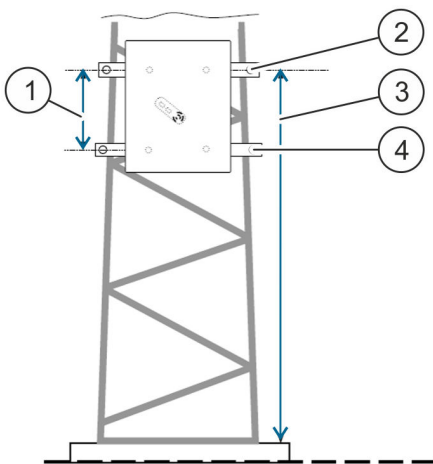

Abb. 12: Montage am Mast
1. Falls nicht schon in ↳ Kapitel 6.3 „Montagevorbereitung“ auf Seite 41 montiert, kürzere Haltekonsole (Abb. 12/2) mit Befestigungsschrauben M16 oben an der Rückseite des TracFeed® SFA montieren.
2. Falls nicht schon in ↳ Kapitel 6.3 „Montagevorbereitung“ auf Seite 41 montiert, längere Haltekonsole (Abb. 12/4) mit Befestigungsschrauben M16 unten an der Rückseite des TracFeed® SFA montieren.
3. Haltekonsolen mit einem Abstand von 400 mm (Abb. 12/1) zueinander montieren.
4. TracFeed® SFA mit den Haltekonsolen durch Klauen und Klemmstücke am Eckstiel des Oberleitungsmasts befestigen. Sicherstellen, dass die obere Haltekonsole waagrecht in einem Abstand von 1 200 mm (Abb. 12/3) zur Fundamentoberkante montiert wird.